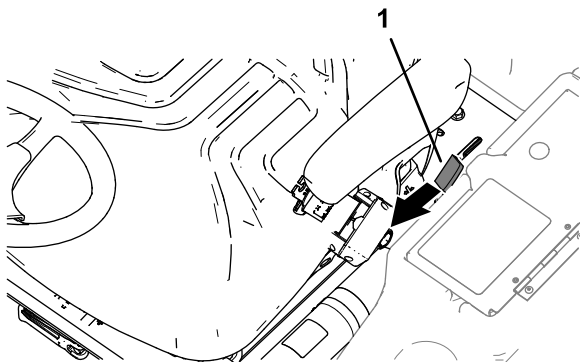

Figura 42
1. Mueva la palanca de cierre de la plataforma (Figura 42) hacia la parte delantera de la máquina hasta que los ganchos del cierre se liberen de la barra de bloqueo.